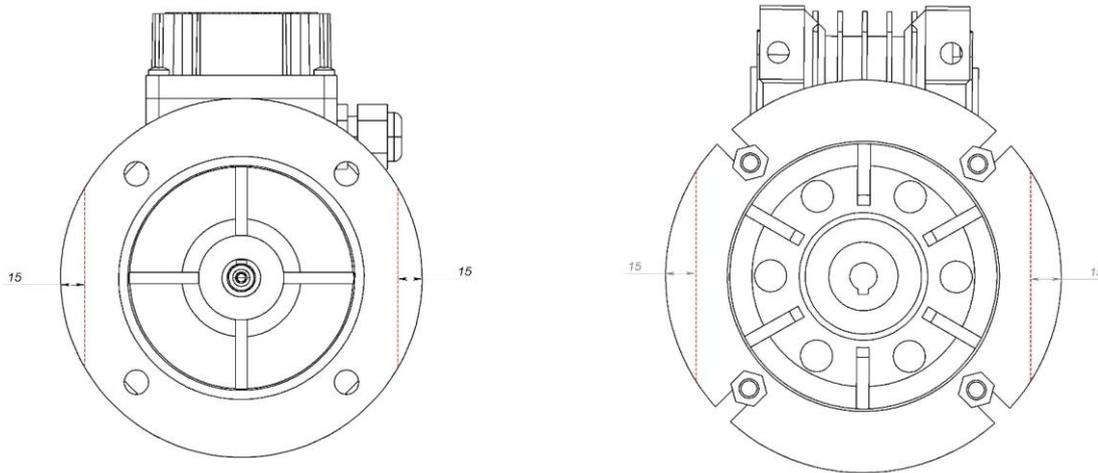

Рисунок 1
1. Для установки новых двигателей и редукторов в шлагбаумы до 2016 года выпуска необходимо подрезать фланцы, смотри рисунок 1.